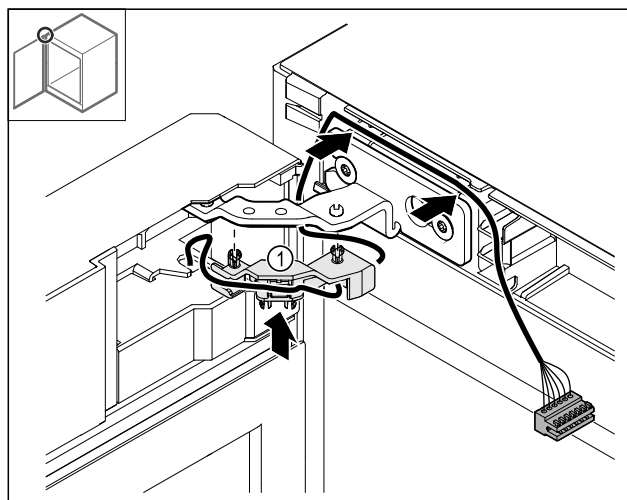

Fig. 52
- Pousser le support de câble Fig. 52 (1) dans la charnière.